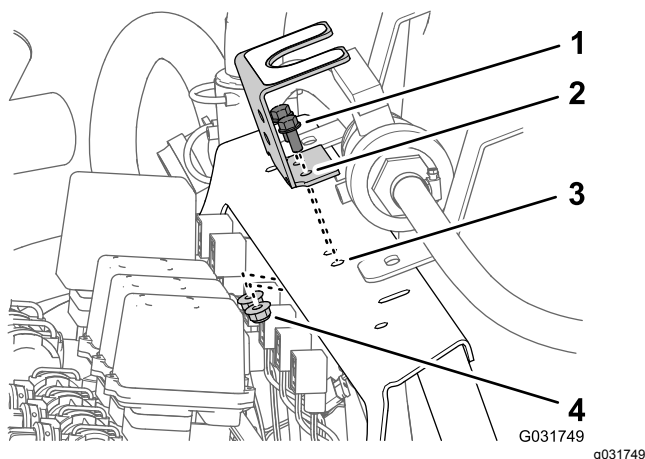

Figura 38
4. Retire los 2 pernos con arandela prensada (5/16" x 3/4") y las 2 contratuercas con arandela prensada (3/8") que sujetan el soporte de montaje de la válvula de bola al bastidor del distribuidor y separe el soporte del bastidor (Figura 38).